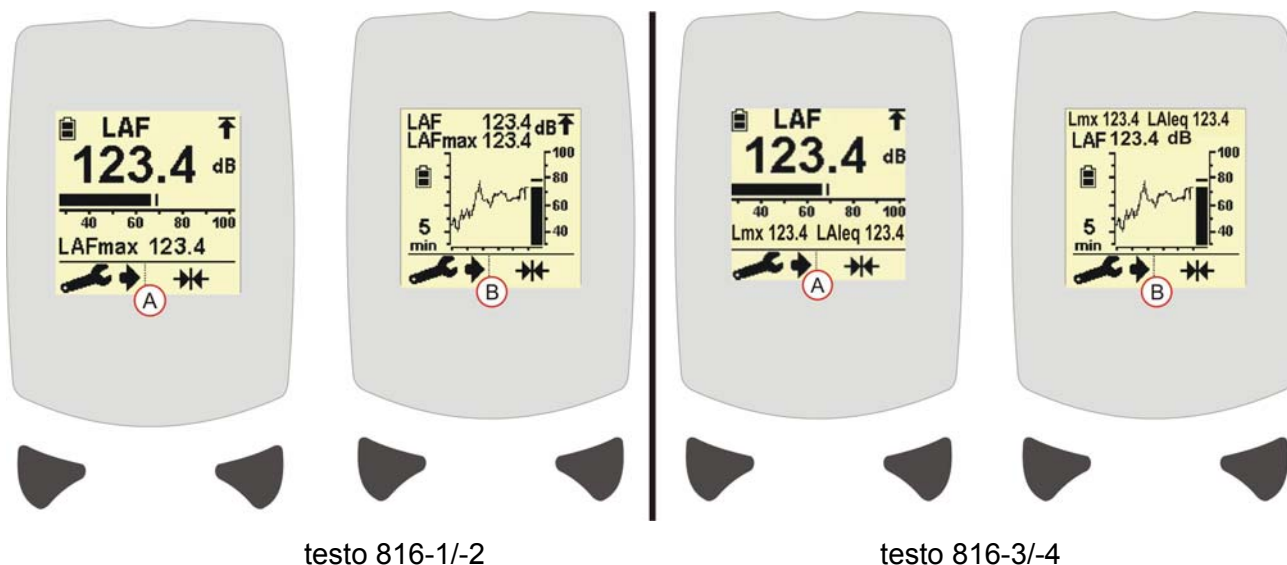

Рис. 4 Представление данных в виде гистограммы/временной диаграммы (шумомеры серии testo 816)
4. На дисплее будет отображаться Гистограмма (см. Рис. 4 [A]) или Временная диаграмма (см. Рис. 4 [B]). Процедуры изменения временных/частотных характеристик и выбора иного типа представления данных представлены в разделе НАСТРОЙКА ПРИБОРА.
Вид основного дисплея может быть представлен в форме Гистограммы и Временной диаграммы (Рис. 4 (А) и (В) соответственно). Переключение между видами представления данных осуществляется нажатием кнопки (B).